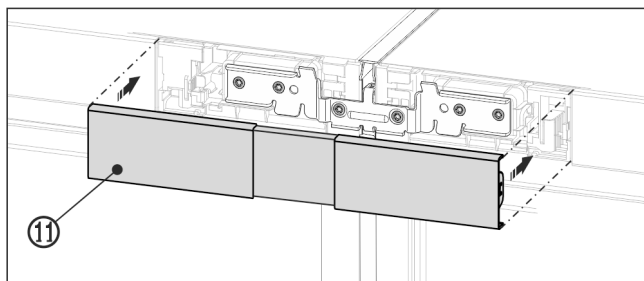

Fig. 24 例图
- 将上盖板 Fig. 24 (11) 卡紧在两块操作板中间空位处。注意，盖板外侧必须与操作板平整连接。